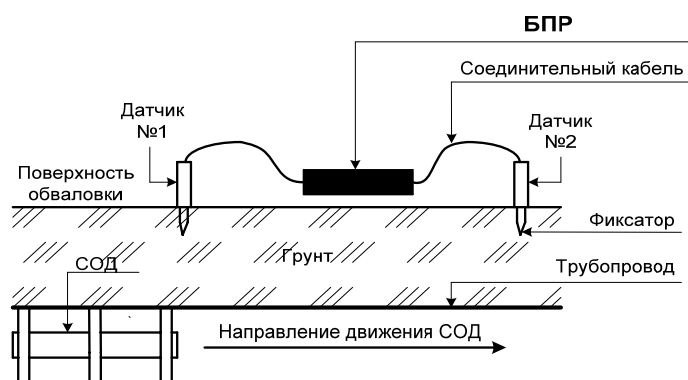
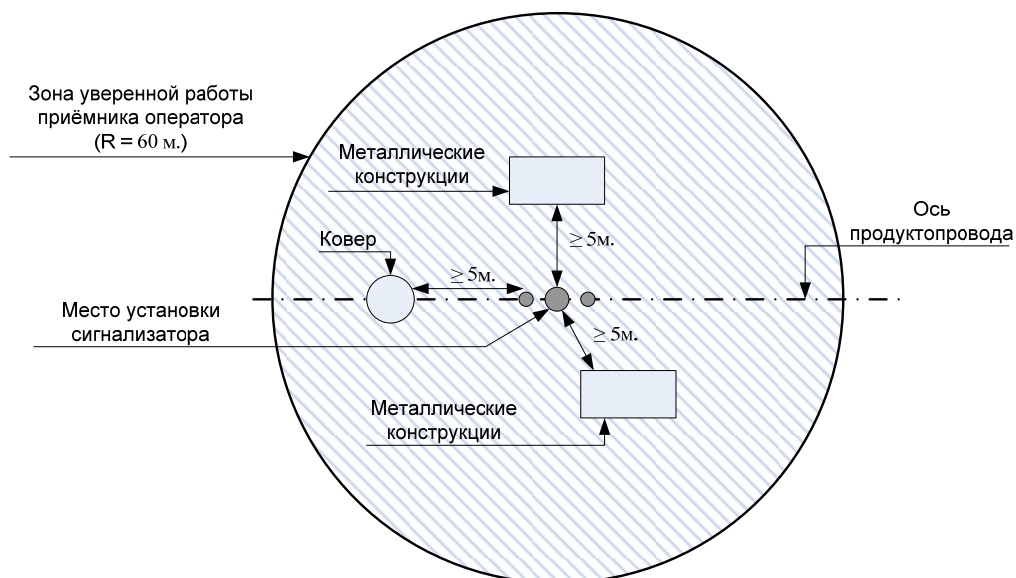

Рис. 5 Схема установки переносного сигнализатора «Репер-5».
Рис. 6 Схема установки переносного сигнализатора «Репер-5» относительно коверов и других металлических конструкций.
2.2.2 Установить сигнализатор на поверхность обваловки, непосредственно на ось трубопровода, согласно Рис. 5. Сигнализатор устанавливать на расстояние не менее 5 метров от коверов и других металлических конструкций, как показано на Рис. 6. Разнести вдоль оси трубопровода датчики на длину кабеля один влево другой вправо от БПР. Датчик № 1 поставить первым на встречу движения СОД. Номера датчиков указаны на передней панели